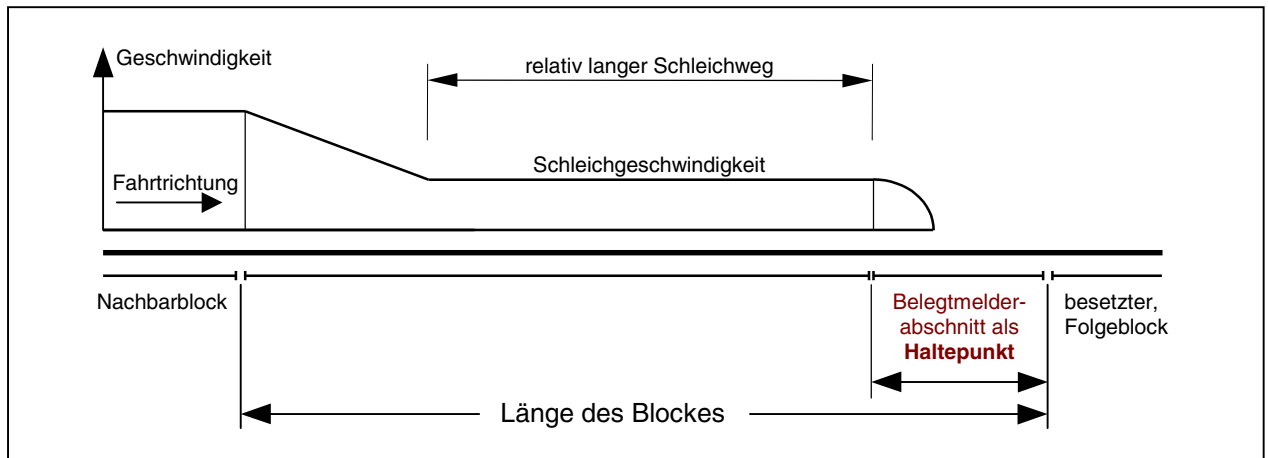
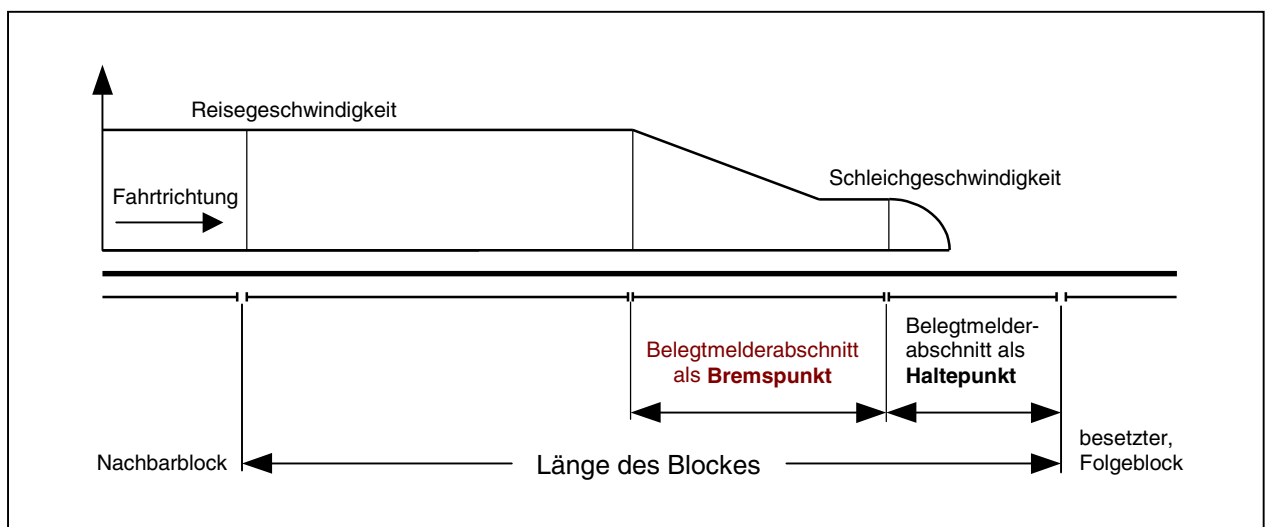

Bild 21.3 Geschwindigkeitsverlauf bei Anordnung eines Haltepunkts
Bild 21.4 Geschwindigkeitsverlauf bei Anordnung eines Bremspunkts und eines Haltepunkts
In Bild 21.3 ist der Geschwindigkeitsverlauf nach Einbau eines Haltepunkts dargestellt. Der Zug wird zwar wieder unmittelbar nach Erreichen der Blockgrenze abgebremst, jedoch nur noch bis zu der am Fahrregler eingestellten **Schleichgeschwindigkeit**. Mit dieser Schleichgeschwindigkeit "tastet" er sich innerhalb des Blocks solange vor, bis von dem angegebenen Haltepunkt eine Belegtmeldung eingeht. Erst jetzt erfolgt das endgültige Anhalten. Die Stoppstelle ergibt sich dann aus der am Fahrregler eingestellten Bremscharakteristik im Haltepunkt und dem Ausrollverhalten des Lokomotors (Schwungmasse, bzw. gedämpftes Versinken der Fahrspannung). Der Geschwindigkeitsverlauf ist daher als Kurve angedeutet.
**Bei langen Blöcken** ist jedoch auch dieser Geschwindigkeitsverlauf letztlich nicht zufriedenstellend, da der Zug über eine weite Strecke nur mit der Schleichgeschwindigkeit fährt. In Bild 21.3 beträgt diese Strecke fast die halbe Blocklänge. Die Anordnung eines weiteren Belegtmelderabschnitts innerhalb des Blocks, der dann als Bremspunkt deklariert wird, führt schließlich zu dem in Bild 21.4 gezeigten Geschwindigkeitsverlauf. Das Einsetzen der Bremsung wird nun bis zum Erreichen des Bremspunkts verzögert.